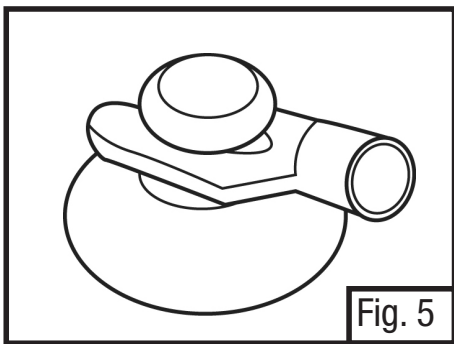

Fig. 5
7. Attach a suction cup to the forked end of a retainer clip. (Fig. 5)
7. Fixer une ventouse à l'extrémité fourchue d'une pince de retenue. (Fig. 5)